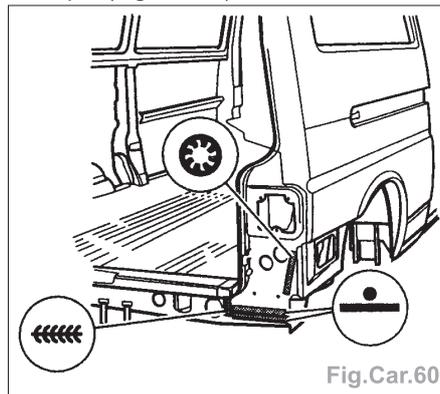

Fig.Car.60
- le panneau latéral à la pointeuse électrique (Fig.Car.60),